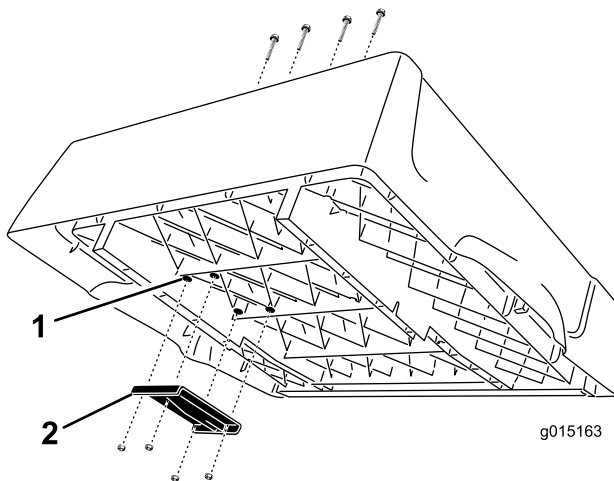

Figura 4
1. Localice los 4 salientes en el lado derecho de la cara inferior de la plataforma (Figura 4). Usando una broca de 3/8 pulgada, perforo cuidadosamente a través de los salientes para abrir cuatro taladros pasantes en el suelo de la plataforma.
contratuercas con arandela prensada ('Whizlock') (3/8 pulgada). Coloque el soporte según se muestra en Figura 4.